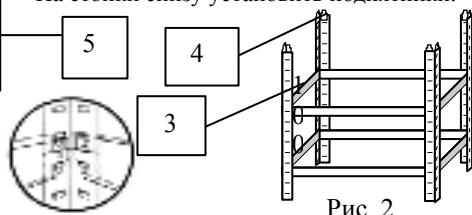

Рис. 2
- Соединить две собранные боковые стенки стеллажа (см. рис. 2) при помощи поперечных перемычек "3", соединив их со стойкой аналогично предыдущему пункту.
- В торцы стоек вставить замки "4", как показано на рис. 2.